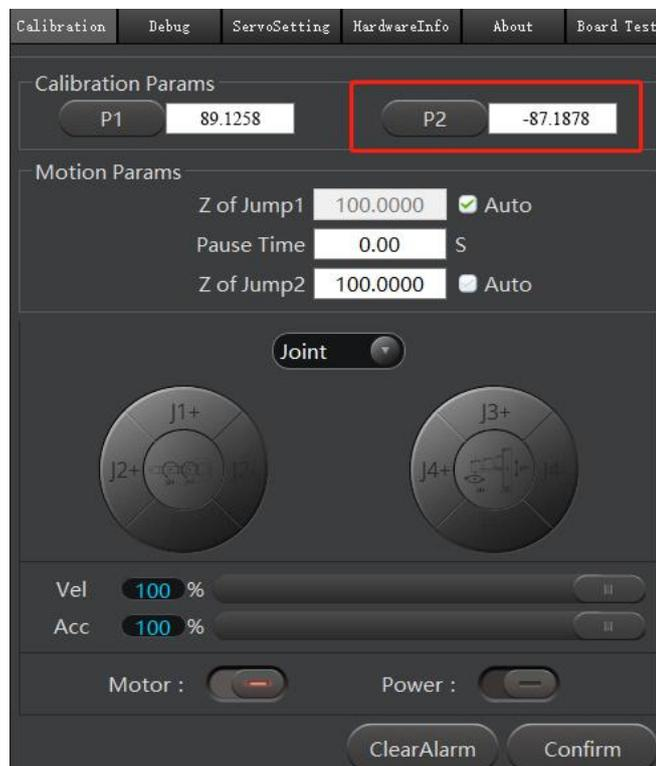

图 7.22 保存左手方向 J2 轴的坐标
**步骤 8** 在“Calibration”界面单击“P2”，将步骤 7机械臂所在的位置保存，此时“P2”显示左手方向J2轴的坐标，如图 7.22所示。